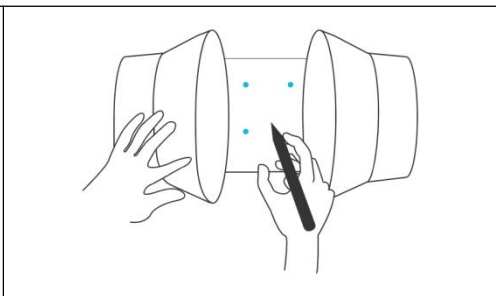

Bild 3 .
3. Använd flänsfästet för att ställa in önskad fläktposition. Markera de fyra monteringshålerna. Se (bild 3.)